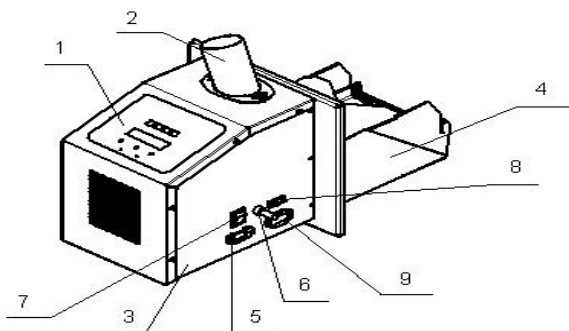
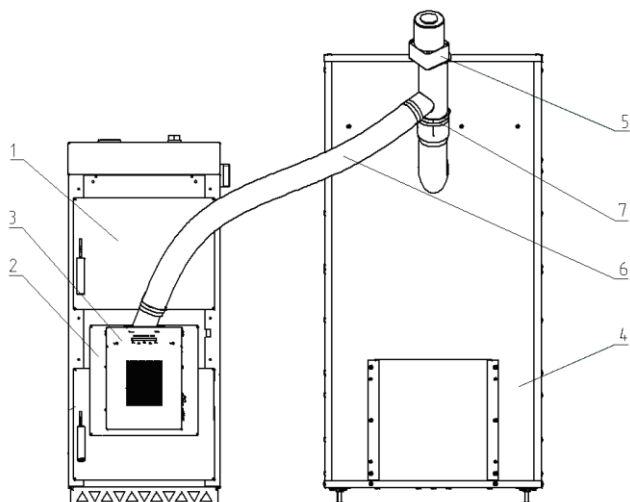

Рис. 33 Пеллетная горелка
Рис. 34 Котлы КС-ТП-12/16, КС-ТП-16/20
8.2.5 К патрубку 2 подачи пеллет (рис. 33) подсоединить шланг 6 (рис. 34, 35), подающий механизм 5 и бункер 4.
9.12 Схемы установки котлов представлены на рис. 34.